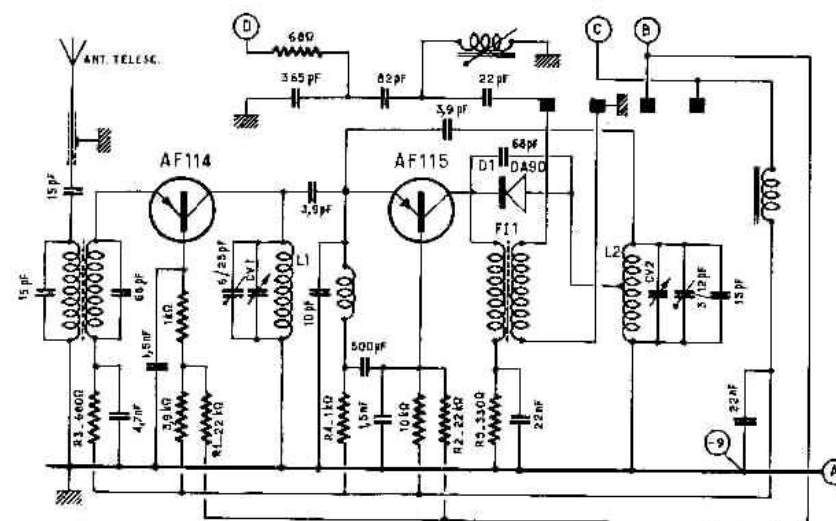

Fig. 1 (ci-dessus). — Schéma du tuner FM, monté sur une petite plaquette « imprimée » dans le voisinage immédiat du CV.
Lorsque la touche FM est enfoncée (fig. 2), les résistances R_1 et R_2 des diviseurs de tension de bases (fig. 1) se trouvent pratiquement ramenées à la masse par les contacts 17-18, l'enroulement L_3 de l'oscillateur (fig. 3) et le bobinage de liaison L_4 de l'amplifi-
Enfin, lorsque le récepteur est commuté en FM, la sortie du tuner s'opère par le premier transformateur F.I. (F1, fig. 1) et de là, par (D), les contacts 7-8 et 10-11 (E) et C₁ (fig. 3), vers la base du transistor AF 116 (T₂), qui, changeur de fréquence en AM, devient amplificateur F.I. en FM.